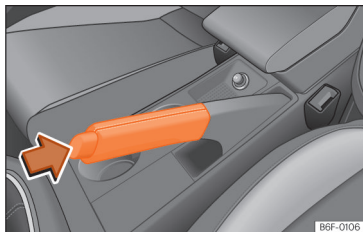

Fig. 119 Travão de mão entre os bancos dianteiros.
- Puxe a alavanca do travão de mão com força para cima »» Fig. 119
- Puxe a alavanca um pouco para cima, pressione o botão de desbloqueio no sentido da seta »» Fig. 119 e faça descer completamente a alavanca »» ⚠.